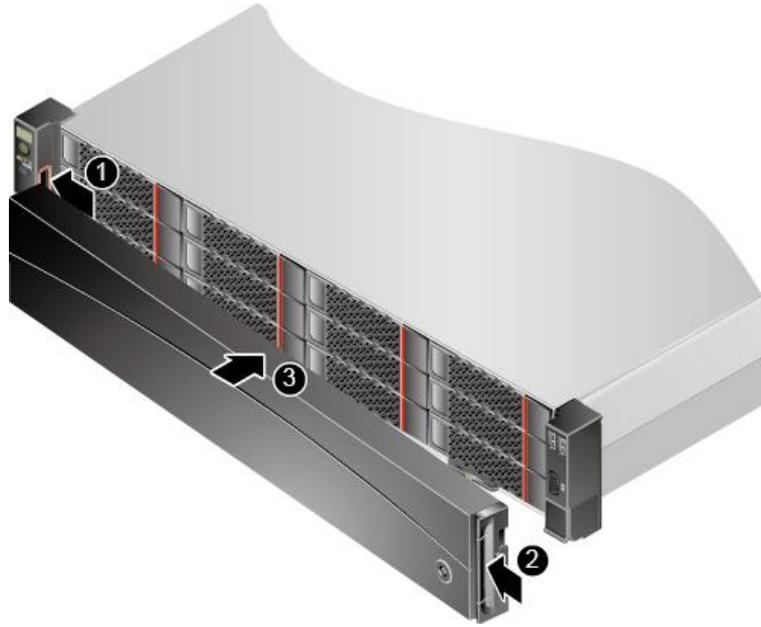

图 5-3 安装安全面板
2. 将安全面板扣入左侧挂耳侧面，按下按钮，将安全面板扣合入机箱上，如图 5-3 中 ①、②、③所示。